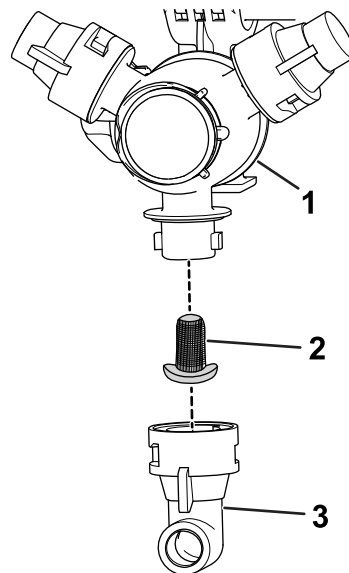

Figura 91
2. Îndepărtați duza din turela de pulverizare (Figura 91).
3. Îndepărtați vechiul filtru al duzei (Figura 91).
4. Montați un filtru de duză nou (Figura 91).
5. Montați duza la turela de pulverizare (Figura 91).